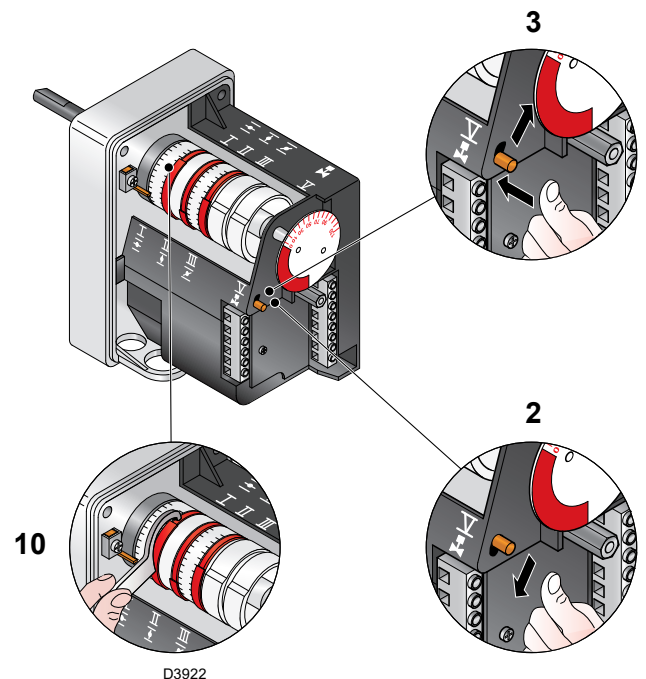

Fig. 29
- Se deseja diminuí-lo, reduza um pouco o ângulo da came III fig. (Fig. 29) através de curtos e sucessivos deslocamentos, isto é, passando do ângulo de 65° a 63° - 61°....
- Se for necessário aumentá-la, prima um pouco o botão "aumento de potência" 2)(Fig.27) (abrir de 10-15° a borboleta do gás), aumente o ângulo da came III (Fig.29) com curtos e sucessivos deslocamentos, isto é, passando do ângulo de 65° a 67° - 69°.... Pressione ainda o botão "diminuição de potência" até recolocar o servomotor na posição de mínima abertura e meça o caudal do gás.